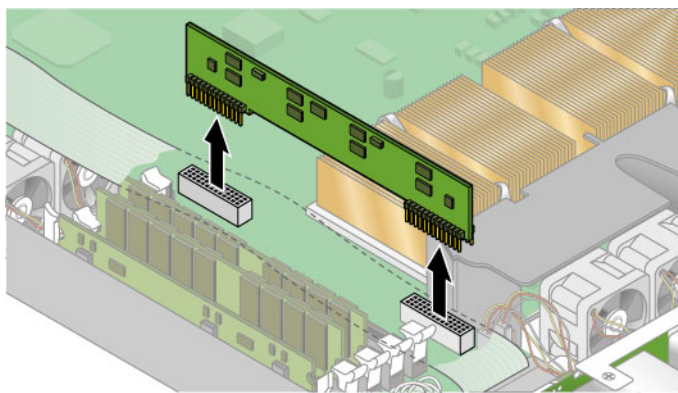

図 3-11 CPU 1 VRM の取り外し
5. CPU 1 (左側の CPU) の CPU VRM をまっすぐ上に引き出し、ソケットから取り外します (図 3-11 を参照)。